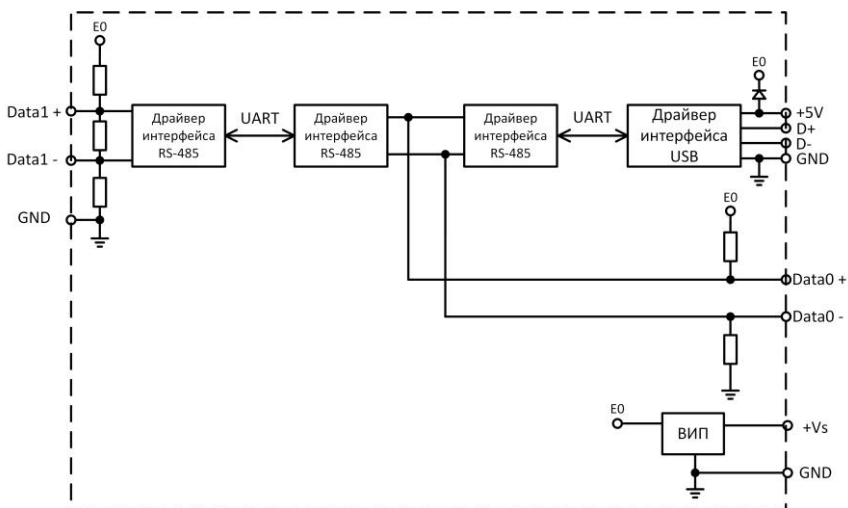
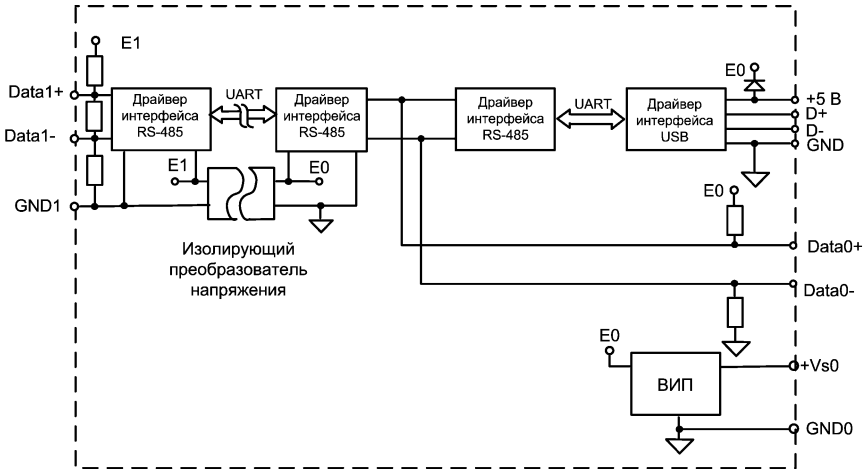

Рис. 3.1. Структурная схема модуля NLS-485-USB без гальванической изоляции
Рис. 3.2. Структурная схема модуля NLS-485-USB-I с гальванической изоляцией
- содержит на линии Data1 RS-485 встроенный резистор для согласования выходного сопротивления с кабелем с волновым сопротивлением 120 Ом и резисторы смещения для устранения состояния неопределенности линии передачи (см. рис. 3.1);
Модуль NLS-485-USB (рис. 3.1 - рис. 3.2) содержит вторичный импульсный источник питания (ВИП), позволяющий преобразовывать напряжение питания в диапазоне от +10 до +30 В в напряжение +5 В. Интерфейс RS-485 выполнен на стандартной микросхеме фирмы Analog Devices (приемопередатчик RS-485), удовлетворяющей стандарту EIA и имеющей защиту от электростатических зарядов, от выбросов на линии связи, от короткого замыкания и от перенапряжения.